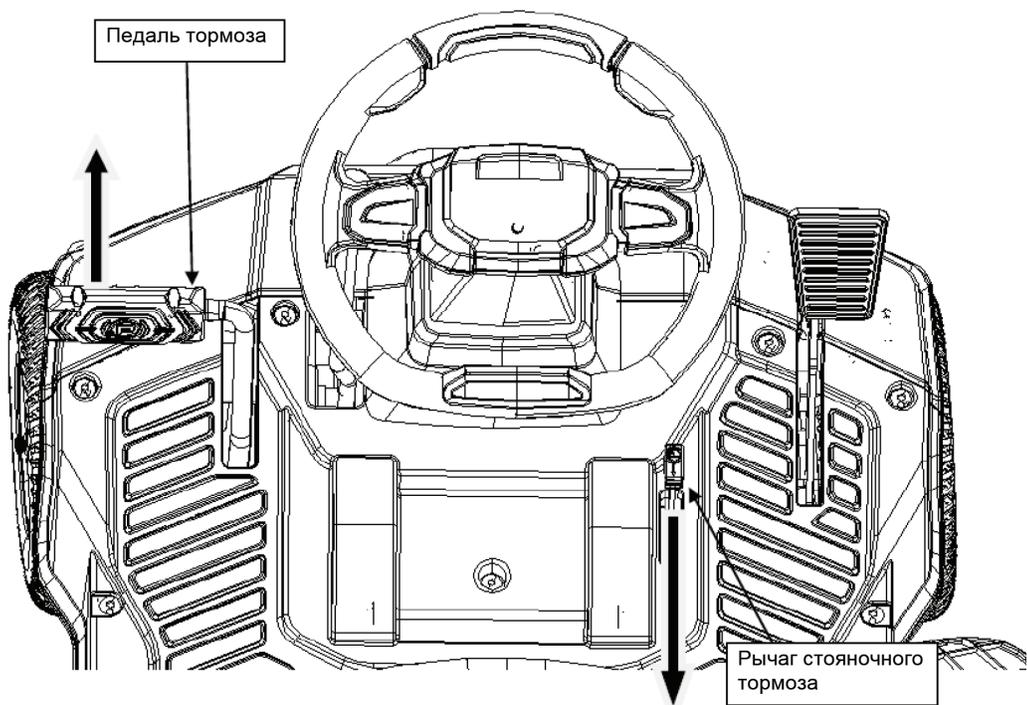

Рис. 11
3. Переведите ключ зажигания в положение «выкл» и вытяните ключ (рис. 11).